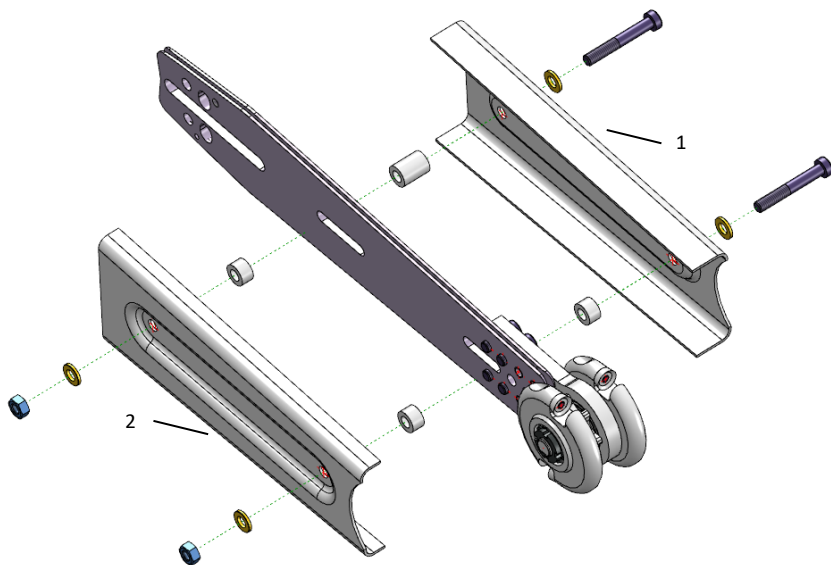

Fig. 10. Montage des tôles de protection
- Pour le montage des tôles de protection, il faut d'abord insérer deux vis à tête cylindrique M6 avec rondelles dans la tôle de protection gauche (1- Fig. 10). Montez ensuite les
douilles d'écartement du côté intérieur de la tôle de protection. La douille plus longue est placée sur la vis côté scie. La tôle de protection avec les vis peut alors être reliée à la fraiseuse à bois par les trous du bloc de palier et du guide-chaîne. Après avoir mis en place les deux douilles d'écartement courtes et posé la tôle de protection droite (2-Fig. 10), serrez les écrous hexagonaux. (écrou SW 10, vis SW 5).